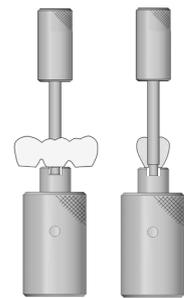

図2
2) ラッピングドライバーB (Ti) の使用方法（図2）
① ドライバーガイド (Ti) を铸造体咬合面側よりアクセスホールに挿入する。
② 铸造体より突出したドライバーガイド (Ti) のシャフト部とラッピングドライバーB (Ti) を組み合わせる。
③ 铸造体より突出したドライバーガイド (Ti) のシャフト部を軸にしてラッピングドライバーB (Ti) を用手的に右回転させ、チタンベース AB との接合面を研磨調整する。
(3) ラッピングドライバーA (Ti)、B (Ti) は、微調整の範囲で使用すること。著しい鑄肌荒れ、気泡などの鑄造欠陥が生じた鑄造体は、使用を中止すること。
(4) ラッピングドライバーB (Ti) を過度に使用すると適合不良を招く場合がある。調整面の状態を見ながら少しずつ作業を進めるようにすること。
(5) ラッピングドライバーA (Ti)、B (Ti) の切れ味が低下してきた場合は、新しい製品と取り替えること。
* (6) インプレッションポスト及びポストスクリューの使用前後には、適切なメンテナンスを行うこと。（【保守・点検に係る事項】の項参照）[メンテナンスが適切でないと、器具の性能が早期に低下したり、さびが発生したりすることがある。]